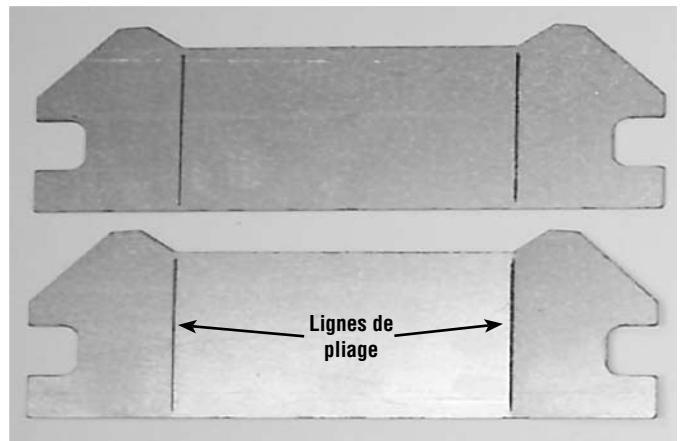

Figure 39
1. Retirer les deux supports de bûche de l'emballage et plier leurs extrémités à 90° en suivant les lignes. Voir **Figure 39**.